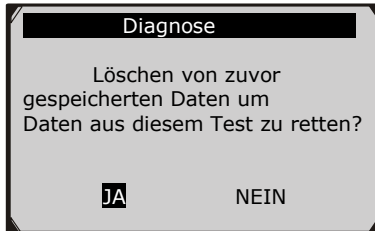

Abbildung 5.1
- 7) Sie werden aufgefordert, zuvor gespeicherten Daten zu löschen. (Abbildung 5.1)